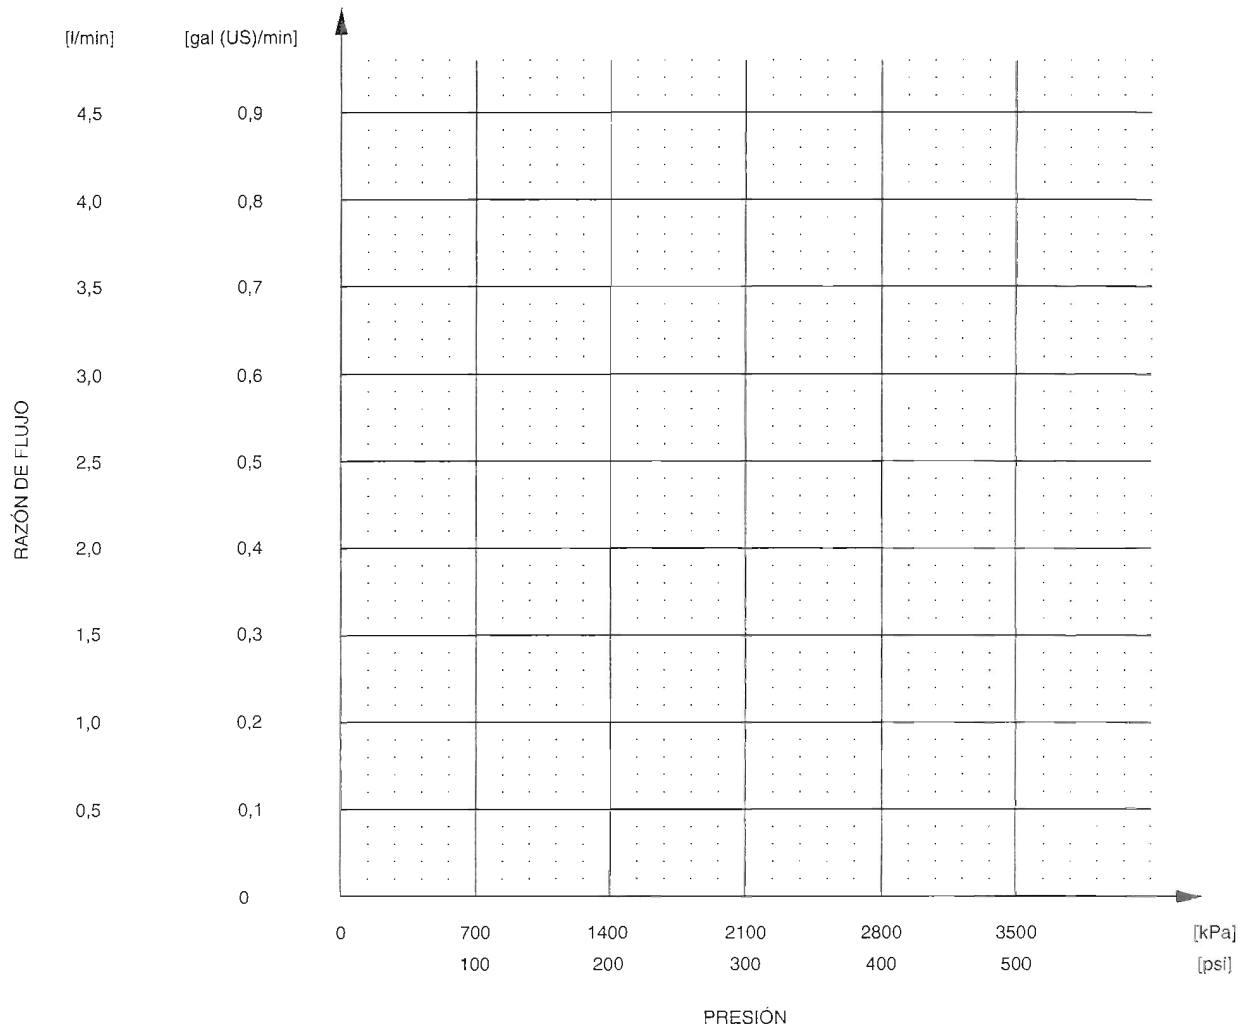

Figura 2-41. Razón de flujo contra presión del circuito.
- ☐ 26. Utilizando los valores registrados en la Tabla 2-10, trace la razón de flujo de la bomba comparándola contra el dato de presión en la gráfica de la Figura 2-41.
- ☐ 27. De acuerdo a la Figura 2-41, la razón de flujo ¿disminuye conforme la presión del sistema aumenta?
- 33. Basándose en la curva trazada en la Figura 2-41 ¿cuál es la razón de flujo en el nivel de presión registrado en el paso 32?